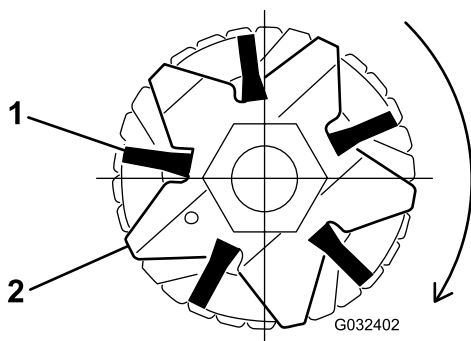

图18
4. 检查刷子是否固定到疏草刀刀片插槽中 图16 和 图18。
5. 宽松地缠绕箍带如图16所示绕着疏草刀滚刀轴和刷子将箍带插入刷子的凹槽中图18。